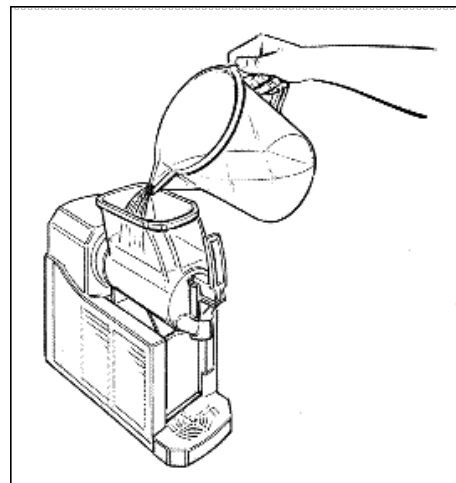

Fig. 22
- Versare il prodotto ottenuto nella vasca (Fig. 22).